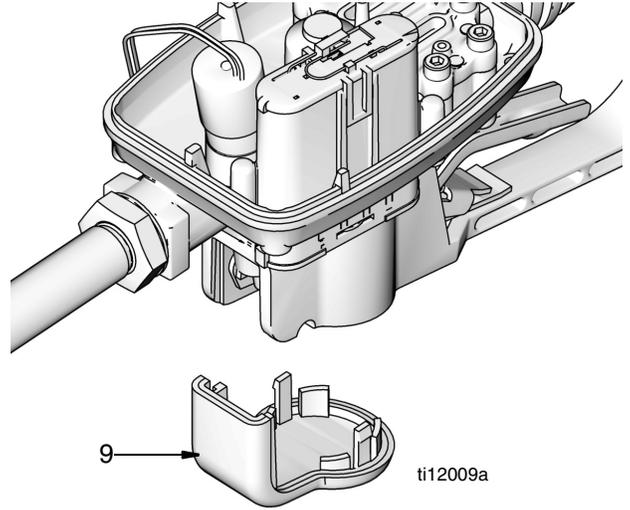

图 36
- 将拇指或其他手指插入盖子后取下护罩 ( 9 ) 并将其撬松。然后将护罩向下滑出壳体上的凹槽 ( 图 36 )。